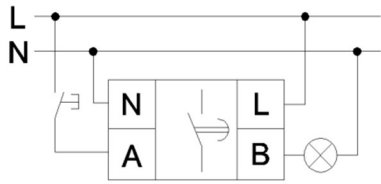
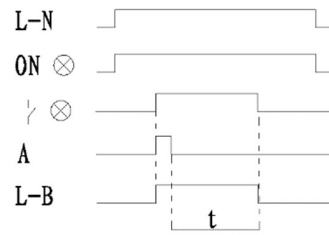

Рис. 7. Метод проводного монтажа NTE8-A
Рис. 14. Диаграмма рабочей последовательности NTE8-A
3.2 Схема панели: см. рис. 2–6; схема соединений: см. рис. 7–13; схема рабочей последовательности: см. рис. 14–26.